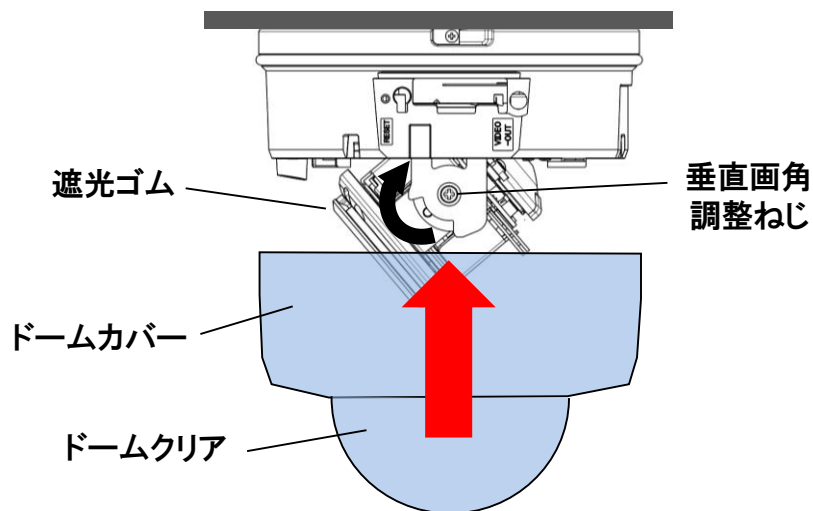

図12-1 レンズカバーを真下から取り付けた場合
- ・画角調整が終了後、レンズが傾いた状態で、図12-1のように、ドームカバーを真下方向から取り付けると、レンズの遮光ゴムがドームカバー(ドームクリア)に押されることで、レンズが回転して画角がずれることがあります。